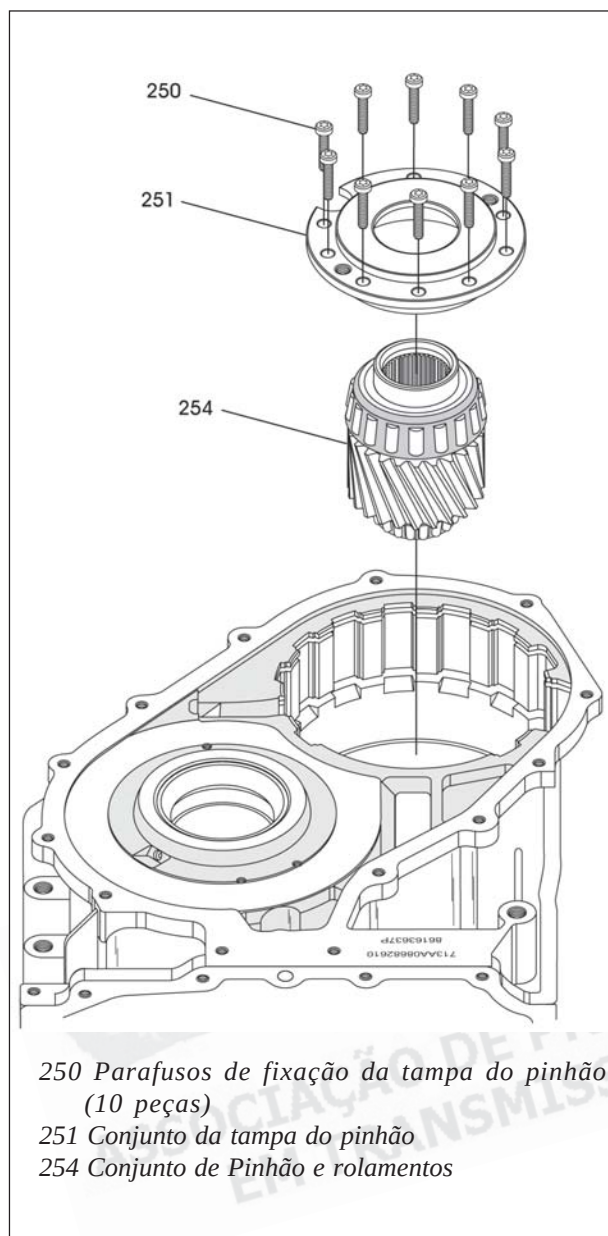

Figura 87
85. Remova os dez parafusos de fixação da tampa do pinhão na carcaça, utilizando uma chave torx T30, conforme mostra a figura 87.